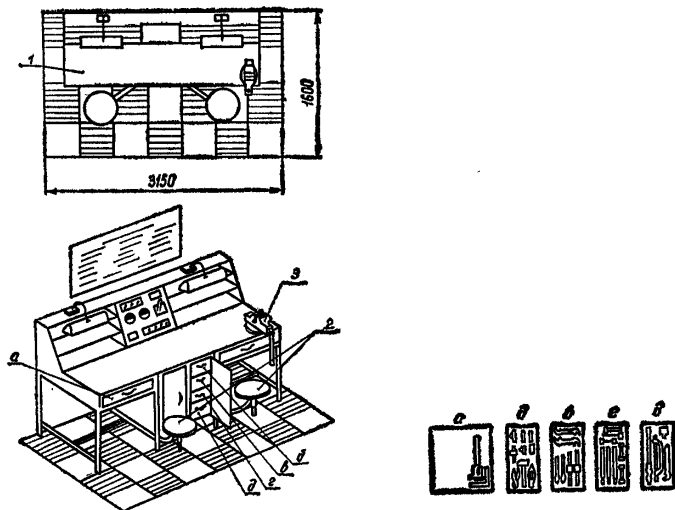

Рис. 1. Типовая схема организации рабочего места электрослесаря по ремонту электрических машин
5. Верстаки для разборки и сборки генераторов (рис. 1).
Основным оборудованием рабочего места электрослесаря по ремонту электрических машин является верстак (рис. 1), который должен быть заземлен. При работе с высоким напряжением применяются индивидуальные средства защиты. Над розетками обозначается напряжение.